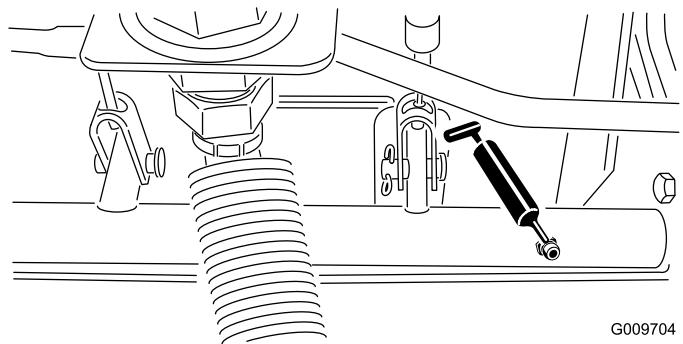

Figura 47
- Cuscinetti orientabili (5) dell'albero del freno (Figura 47)